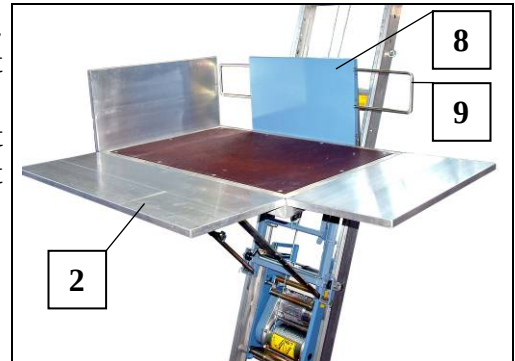

Fig. 53 Platformwanden verstellen
- De voorste platformwand (8) kan eveneens worden uitgeklapt (bijv. om het lossen bovenaan de ladder gemakkelijker te maken).
- Beschermbeugel (9) naar binnen schuiven (zie Fig. 53).
- Aan platformwand (8) trekken, neerlaten en in het profiel van het platform schuiven.